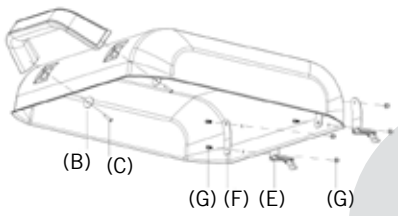

Fig. 10
11. Retirez les deux vis ST 4 x 14 (C) et les rondelles plates de la poignée (Fig. 10). Placez une rondelle plate sur les côtés intérieurs du corps au-dessus des trous percés pour le montage de la poignée, mettez les deux vis et serrez fermement les vis. Utilisez ensuite deux vis M 4 x 8 (G) et insérez-les dans les plaques de montage à charnières. Tenez la plaque de montage sur le côté interne du protection contre le vent et les éclaboussures et insérez la vis au travers de l'ouverture correspondante et de la charnière conformément aux indications de la Fig. 10. Fixez les vis avec les écrous borgnes correspondants.